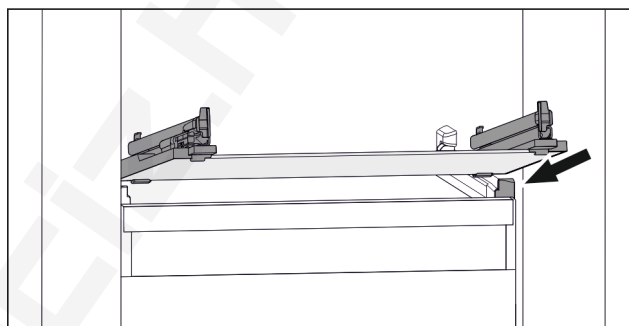

Fig. 101 Az üveglap példaként szolgáló ábrázolása
- ▶ Helyezze a fiókot ferdén az ütközők mögé. (lásd Fig. 101)